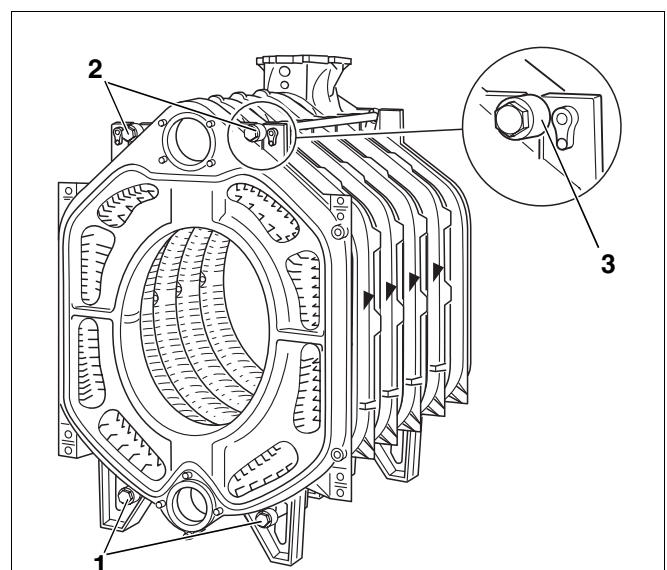

Fig. 17
- Sæt stagboltene med de påsatte fjederpakker ind i beslagene i venstre og højre side, foroven og fornedet ved siden af nippelgangen (Fig. 17, **pos. 1, 2 og 3**).